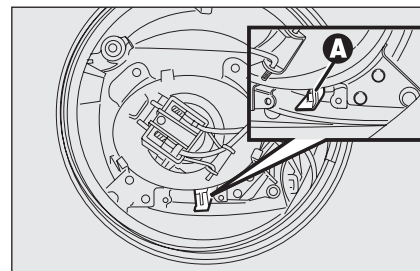

fig. 84
- ☐ spostare lateralmente la levetta **A-fig. 84**.